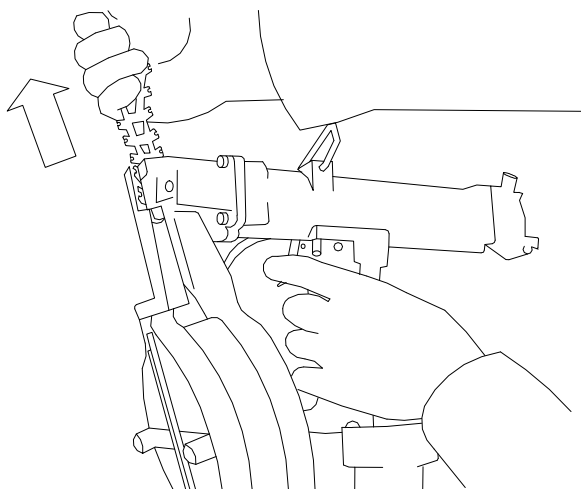

FIGURE 8: RETRAIT DU RUBAN DE RIVETS
3. Empoigner fermement le ruban de rivets vide et le tirer hors de l'outil, comme illustré Figure 8.